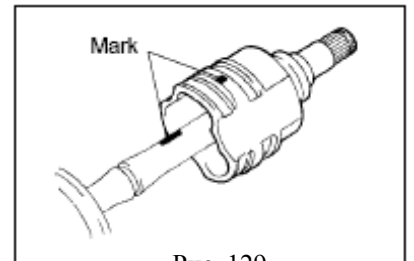

Рис. 129
18. Снимите обойму ШРУСа (рис. 129)